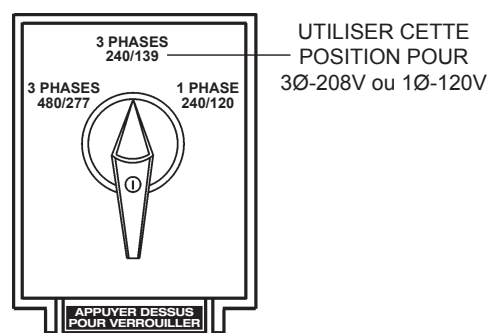

Figure 22. Commutateur de sélection de tension
1. Mettre le commutateur de sélection de tension dans la position 3Ø 240/139V comme indiqué dans la Figure 22.